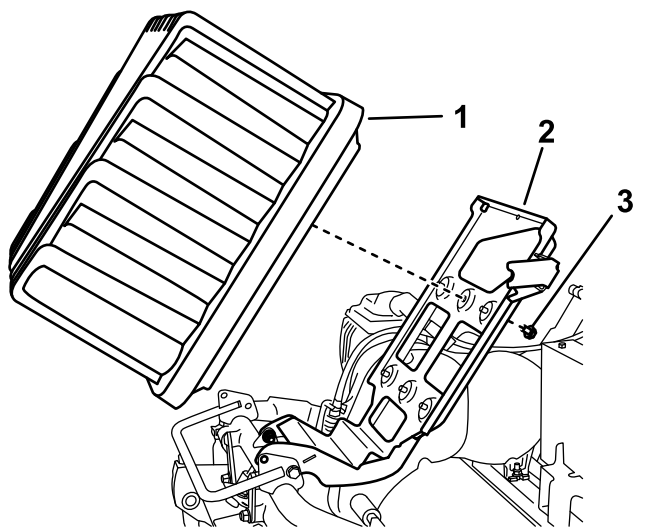

Figura 6
6. Rimuovete la batteria e la piattaforma della batteria dalla macchina (Figura 6).
7. Rimuovete i bulloni e le rondelle che fissano la batteria alla piattaforma; smaltite o riciclate la batteria in conformità ai regolamenti locali, statali e federali (Figura 6).